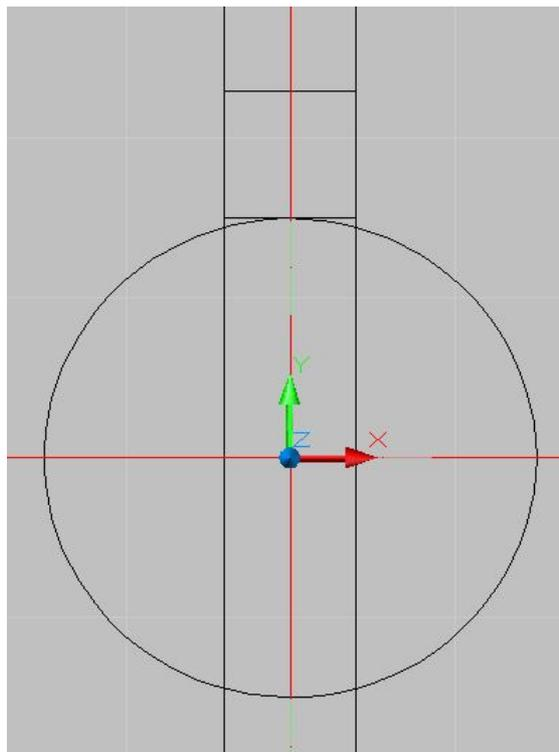

Рис. 3
6. Далее из полученных точек проводим вертикальные линии. Выбираем команду  и в боковом меню выбираем **Вертикал**. Проводим линии. Далее из точки пересечения окружности и осевой линии строим линию, ограничивающую вершину впадины. Выбираем команду , отводим указатель мыши вверх и в командной строке вводим значение отрезка **8**, затем подтверждаем команду нажатием **enter**. Затем из полученной точки вправо и влево строим отрезки до пересечения с вертикальными линиями (см. рис. 3).